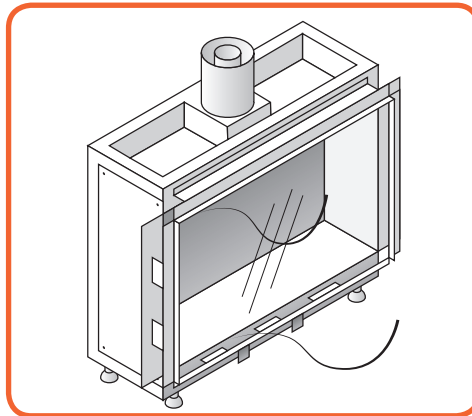

Abb. 10.6 - Entfernen der Gurte
- Nehmen Sie nun die Gurte, mit denen die Scheibe gehalten wird, heraus (**Abbildung 10.6**).